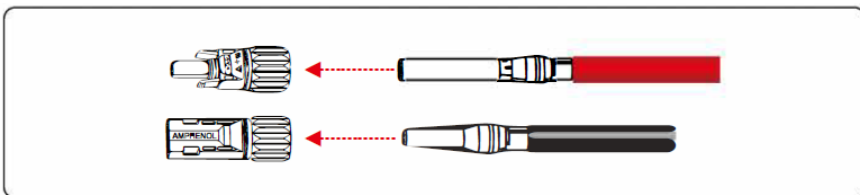

Figura 5.10 Conexión de los conectores positivo y negativo
**Paso 3** Inserte los cables de alimentación positivos y negativos en los conectores positivos y negativos correspondientes hasta que se oiga un "clic", como se muestra en la figura 5.10.